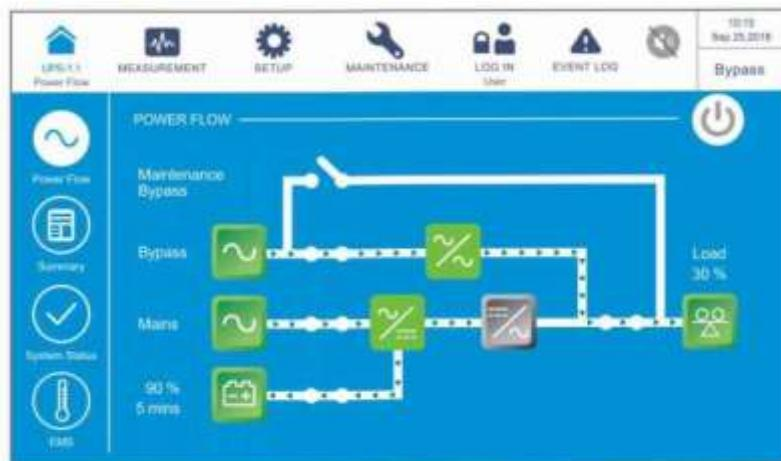

Рисунок 6-51: Экран байпасного режима
- 1 В байпасном режиме на ЖК-дисплее отображается следующий экран (*Рисунок 6-51*), а трехцветный светодиодный индикатор горит желтым. Расположение трехцветного светодиодного индикатора см. на *Рисунке 2-11*.